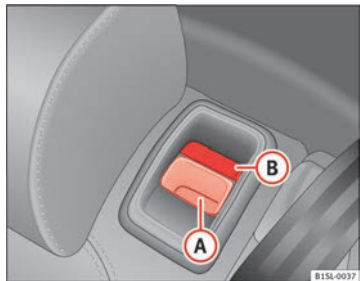

Abb. 67 Rücksitz: Entriegelungstaste (A); rote Markierung (B).
- Entriegelungstaste ⇒ Abb. 67 (A) nach vorn ziehen und gleichzeitig die Rücksitzlehne vorklappen.
- Die Rücksitzlehne ist entriegelt, wenn eine rote Markierung an der Taste (B) zu sehen ist.